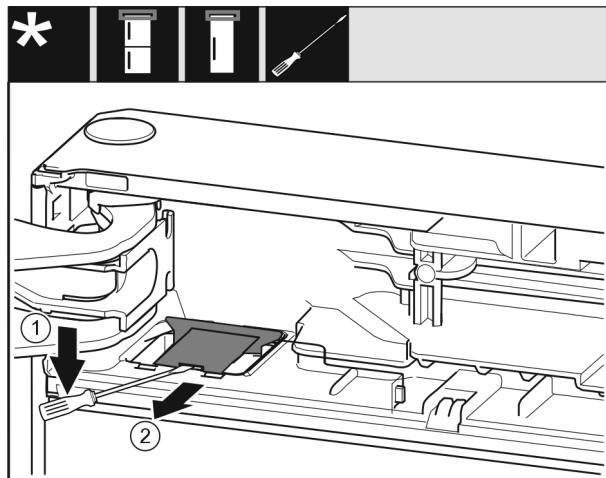

Fig. 12
► Plochým šroubovákem uvolněte kryt Fig. 12 (1).
► Výjměte kryt Fig. 12 (2).